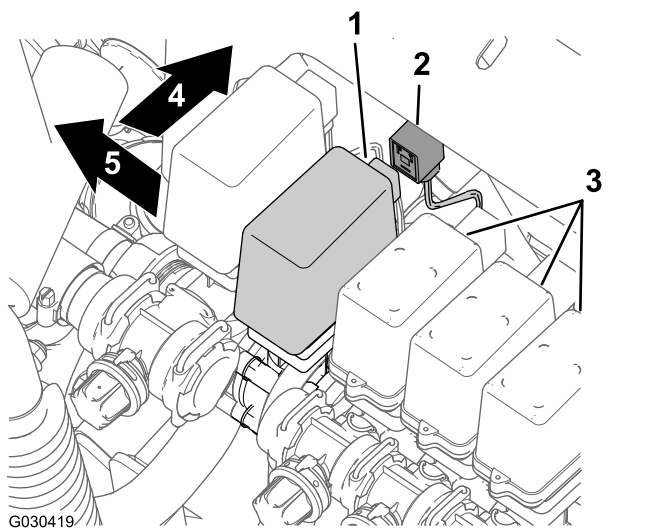

Figura 12
1. Na traseira da máquina, localize o conector de 3 tomadas da cablagem traseira para a máquina identificado como MISTURADOR (Eductor) (Figura 12).